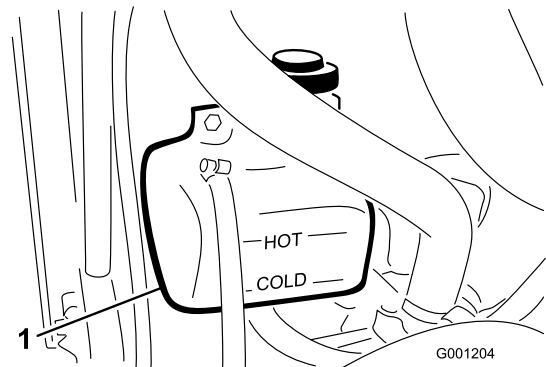

Figure 24
1. Vérifiez le niveau du liquide de refroidissement dans le vase d'expansion (Figure 24). Il doit se situer entre les repères qui figurent sur le côté du réservoir.